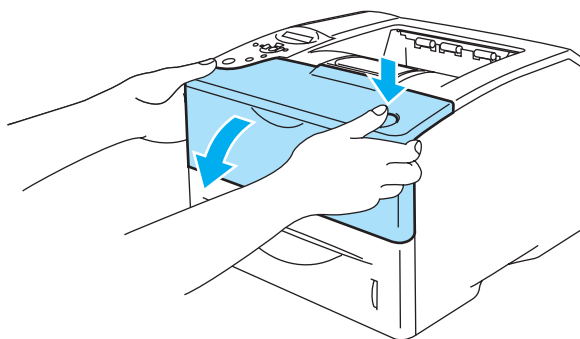

Figure 6-17
- Pour éviter tout dommage à l'imprimante résultant de l'électricité statique, ne mettez pas les doigts sur les électrodes indiquées dans la figure 6-17.